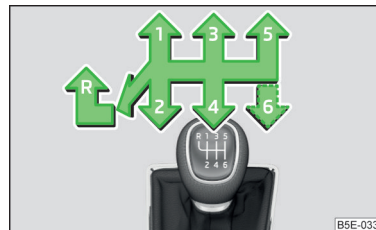

Fig. 123
En la palanca del cambio se presentan cada posición de marcha » fig. 123.
- Coloque la palanca del cambio completamente hacia la izquierda y luego hacia adelante en la posición **R** » fig. 123.